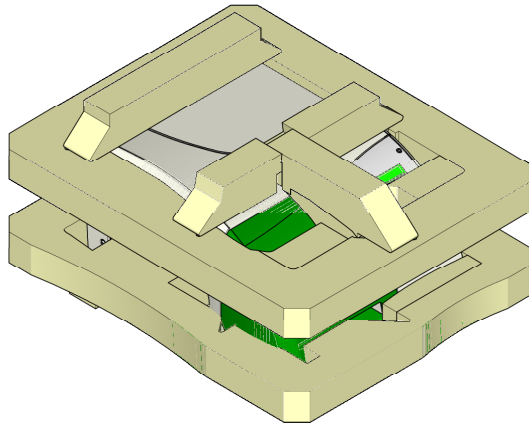

図 1
2. ウォッシャーの上にある付属品を全て取り出します (図 1)。